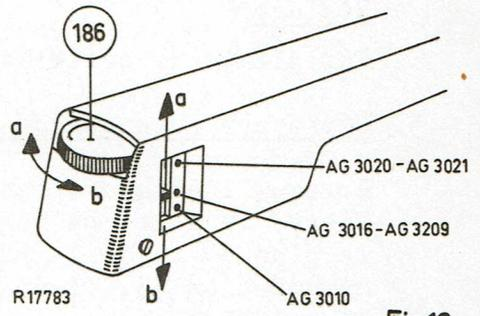

Fig.16
- a. Par la rotation de la vis de réglage 186 (voir la fig. 16).